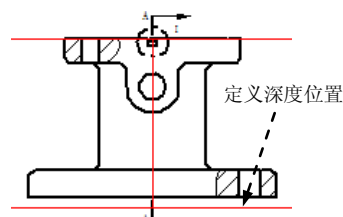

图 4.7.45 定义深度
(3) 定义深度参考。在主视图中移动鼠标指针, 然后单击图 4.7.45 所示的位置, 定义深度位置。